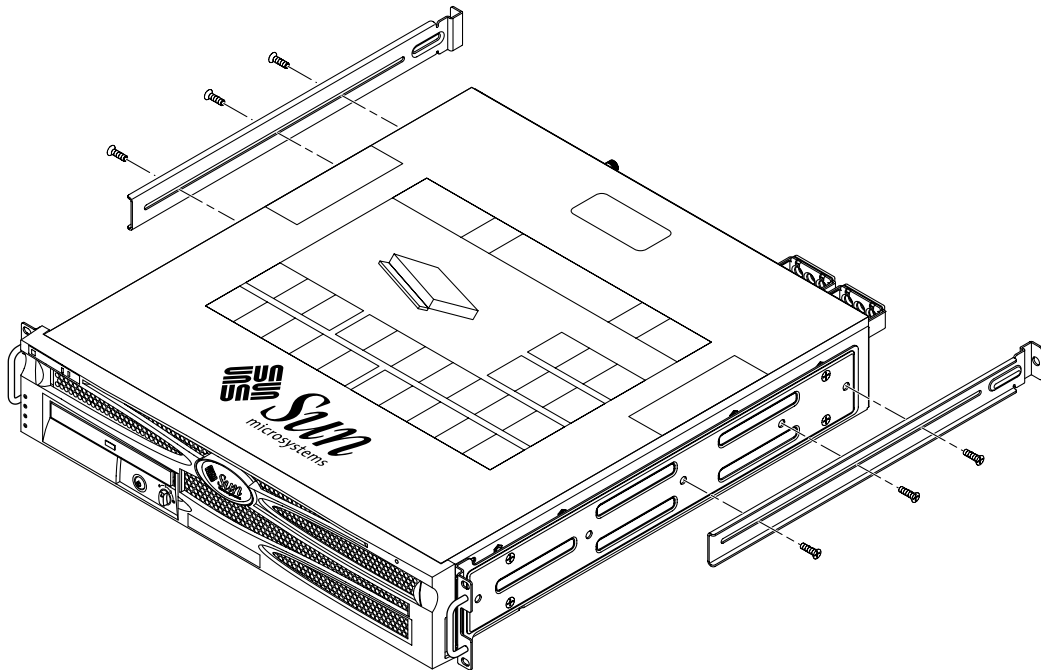

ABBILDUNG 3-3 Anbringen der hinteren Stützwinkel
5. Montieren Sie die hinteren Stützwinkel an der Rückseite des Servers und verlängern Sie die Stützwinkel dabei auf die gemessene Tiefe des Racks (ABBILDUNG 3-3).